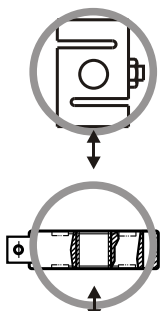
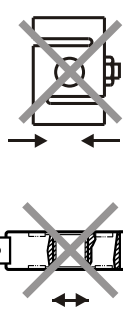

图 2
图 3
- 6、本机用于测试推力或拉力（图2），不要在测试杆弯曲或拧紧的方向用力（图3、4）；
- ②图表打印：以指定的格式用于打印指定的测试结果；
- ③翻转：用于曲线描点X轴上下数值翻转；
- ④显示全部：将整个曲线描点数据显示于屏幕可见曲线描点范围内；
- ⑤X轴放大：用于放大X轴坐标间隔；
- ⑥X轴缩小：用于缩小X轴坐标间隔；
- ⑦Y轴放大：用于放大Y轴坐标间隔；
- ⑧Y轴缩小：用于缩小Y轴坐标间隔；
- ⑨显示数值线：在曲线描点区内显示数值跟踪线。